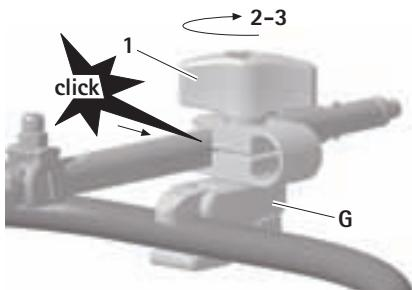

Abb. 7
- Kupplungsstange **B** oder Anschlussstück mit Schnellkupplung **A** in das Maulstück der Befestigungsklemme **G** einklicken und in gewünschte Position bringen, siehe Abb. 7.